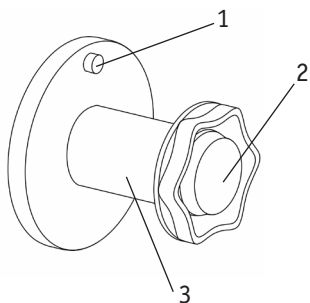
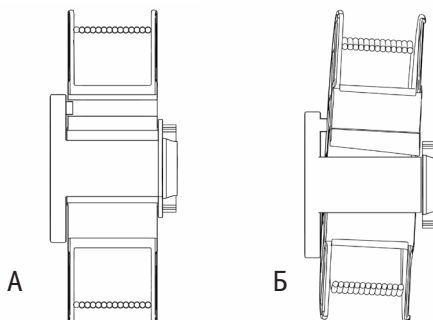

Рис. 8.9. Ось катушки.
Рис. 8.10. Установка катушки с проволокой на ось катушки.
5. Установите катушку с проволокой на ось катушки (См. рис. 8.9). Не допускайте перекоса катушки (См. рис. 8.10).